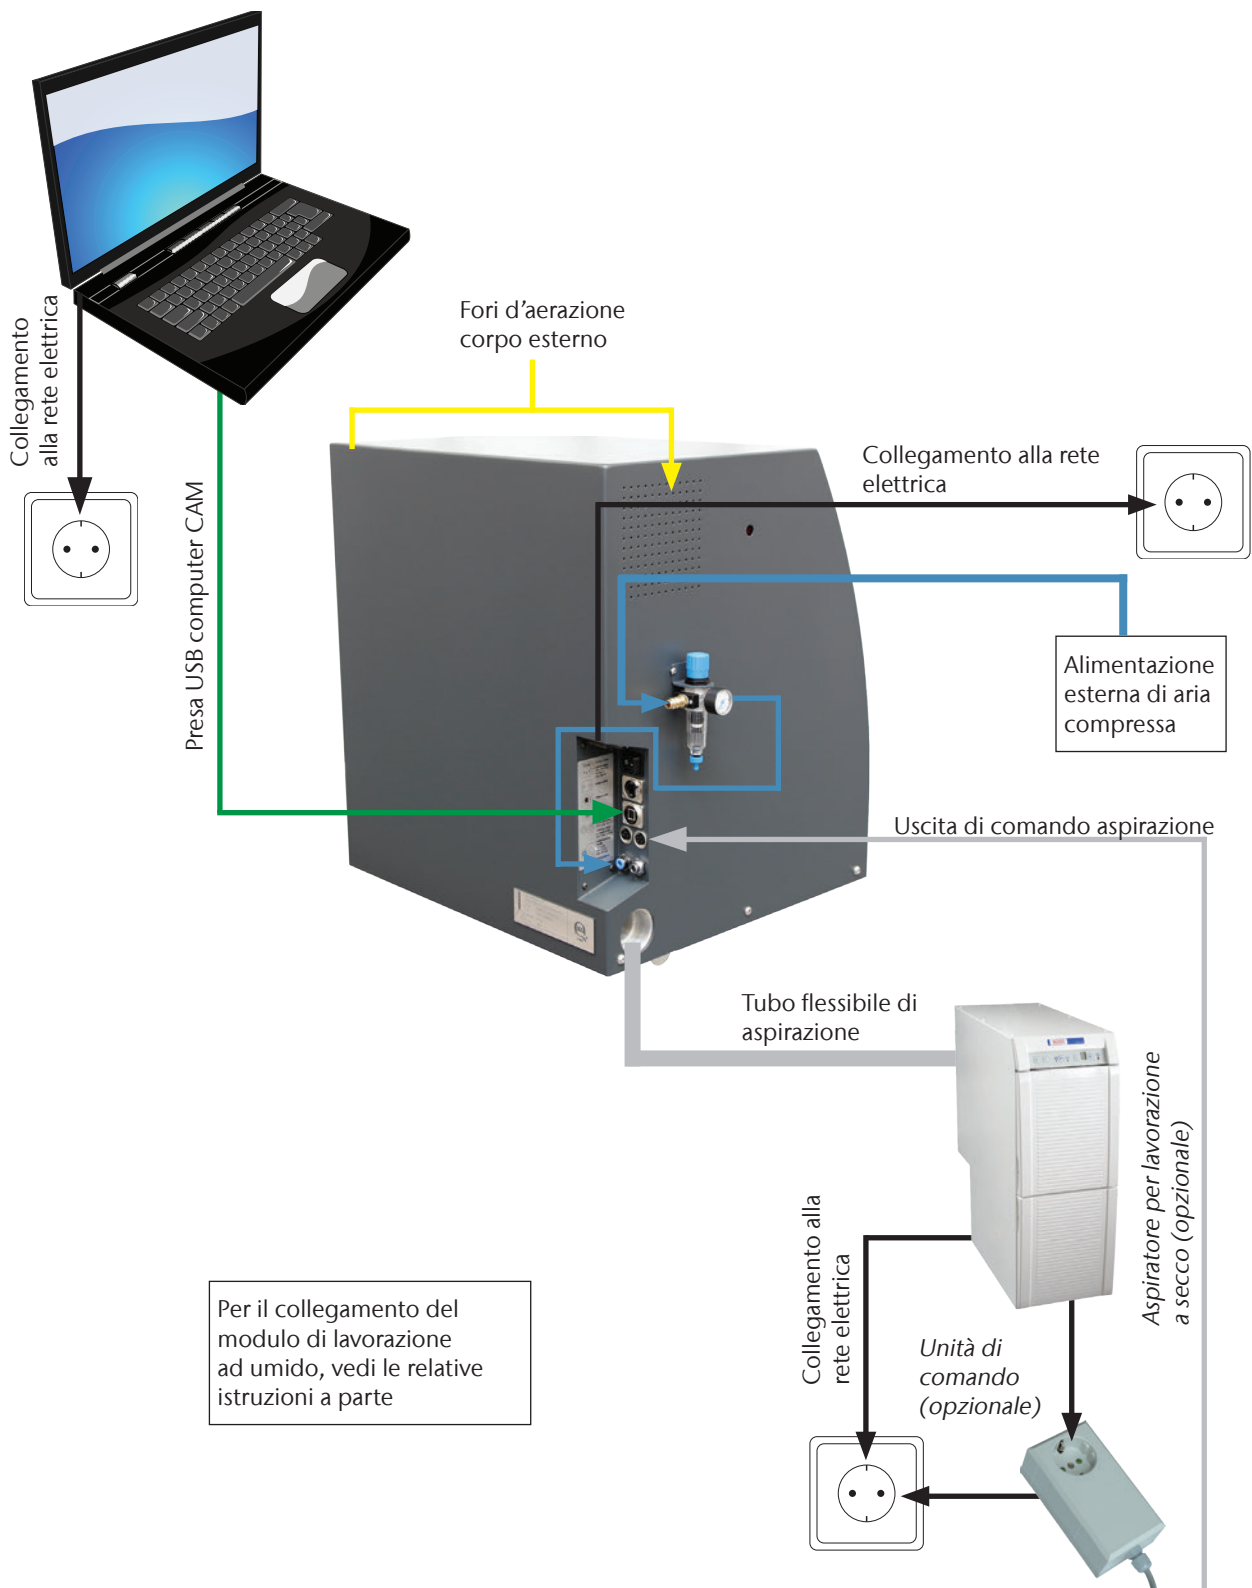

FIGURA 5: PANORAMICA DEI COLLEGAMENTI MACCHINA DEI MODELLI S IMPRESSION
- M2.** Fissare l'unità di trattamento aria in posizione verticale, con le viti a testa cilindrica comprese in dotazione (vedi figura 5 a pagina 24).